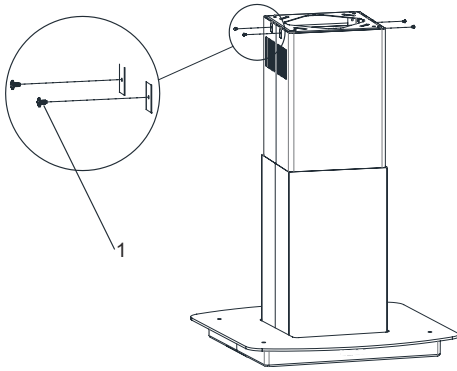

Fig. 10
- ➔ Løft nu den indvendige skorsten op mod loftflancen og skru den fast via 4 stk 3,5 x 9,5 (sort til sorte emhætter og nikkel til hvide og stål emhætter) skruer for at fastmontere (Fig. 10).